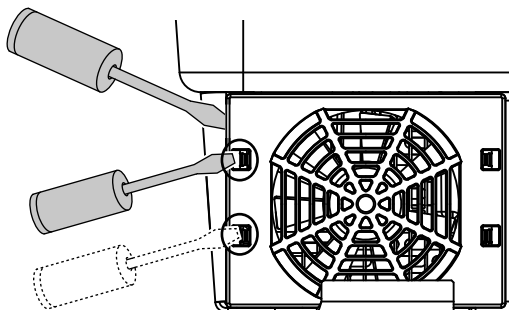

Abb. 64: Befestigungslaschen lösen
4. Lüftereinheit aus dem Gehäuse vollständig herausziehen. Dazu Steckverbindung des Lüfterkabels trennen.  **Abb. 64**